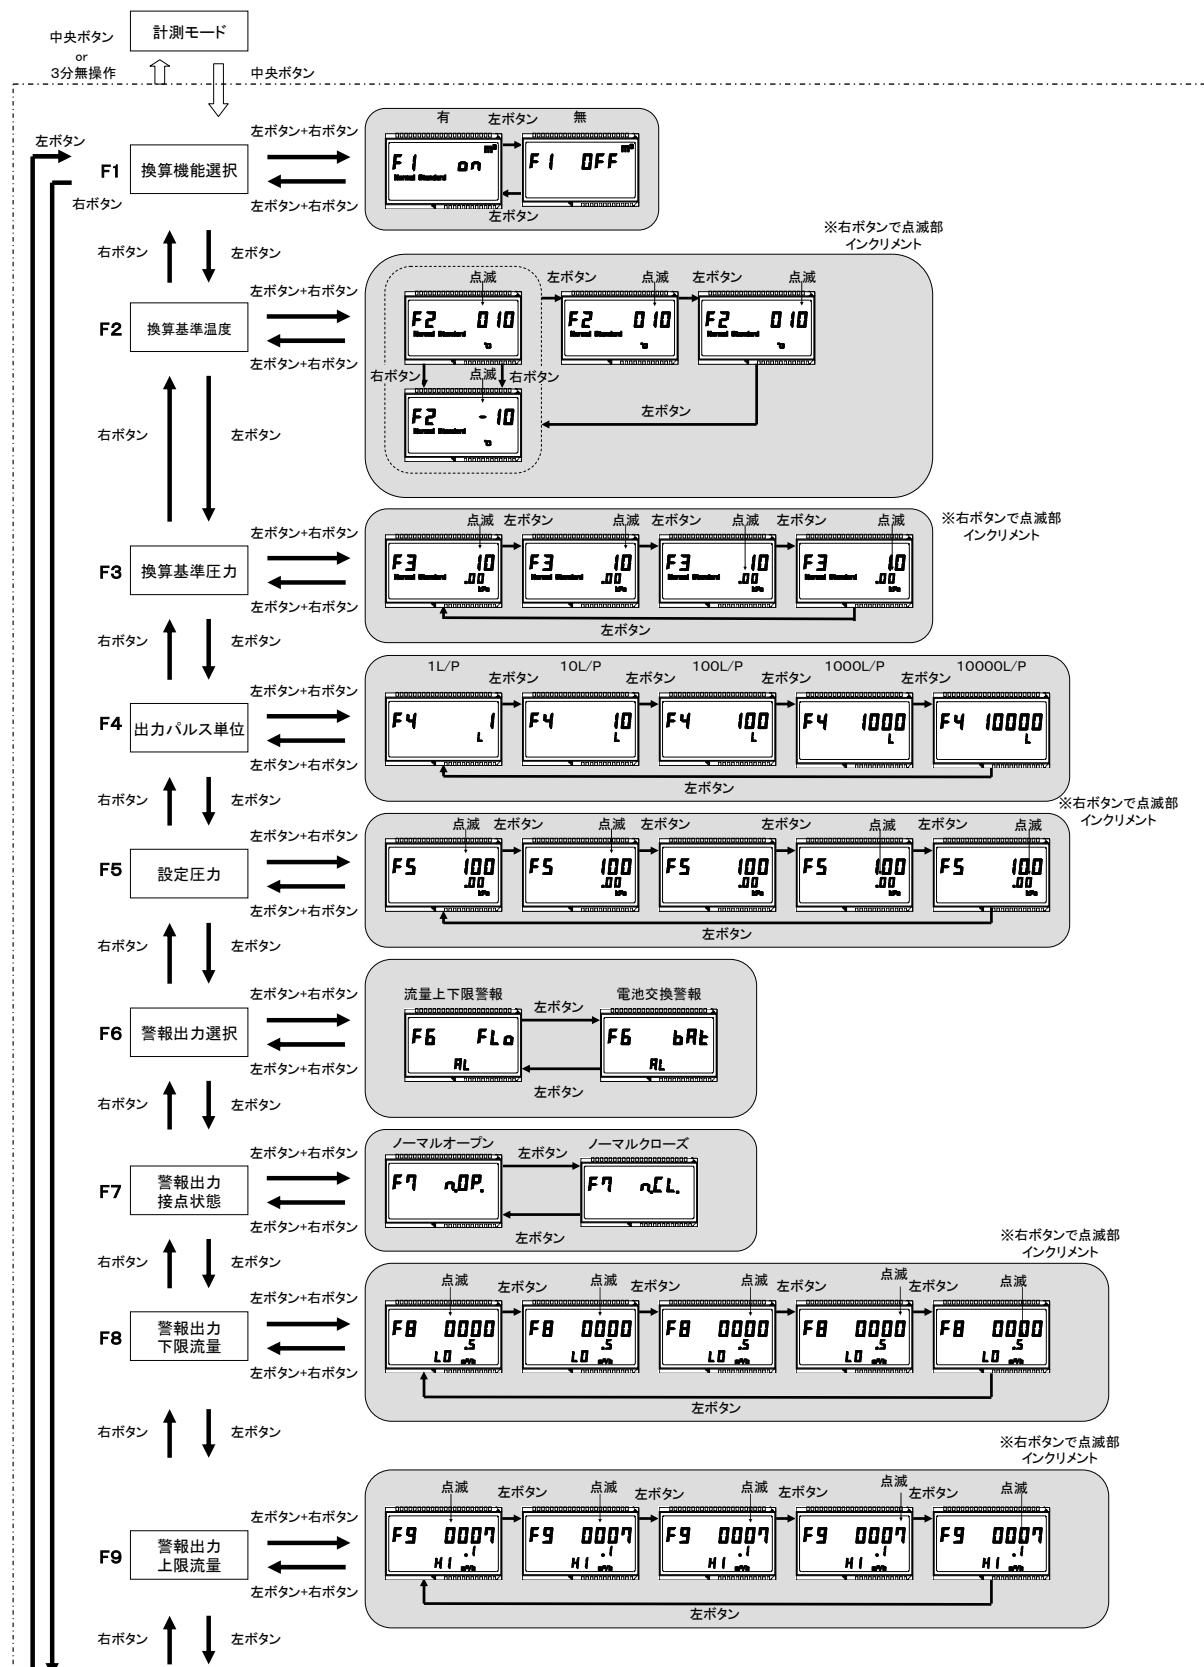

図8-5. 各種設定モードの表示切替図(内蔵電池仕様)
- ① 「中央ボタン」を押すと、設定モードへ移行します。設定モードから計測モードへの移行は、もう一度「中央ボタン」を押します。また、設定モードで 3 分間無操作の場合、計測モードへ自動的に移行します。
- ② 設定モードでは「表 7-1. 設定モードにおける各種設定項目と内容」(P.21)で示した設定内容の変更を行うことができます。
- ③ 設定モードでのボタン操作方法は、外部電源仕様については図 8-3. および図 8-4. の各種設定モードの表示切替図 (P.32、33) を、内蔵電池仕様については図 8-5. および図 8-6. の各種設定モードの表示切替図 (P.34、35) を参照してください。